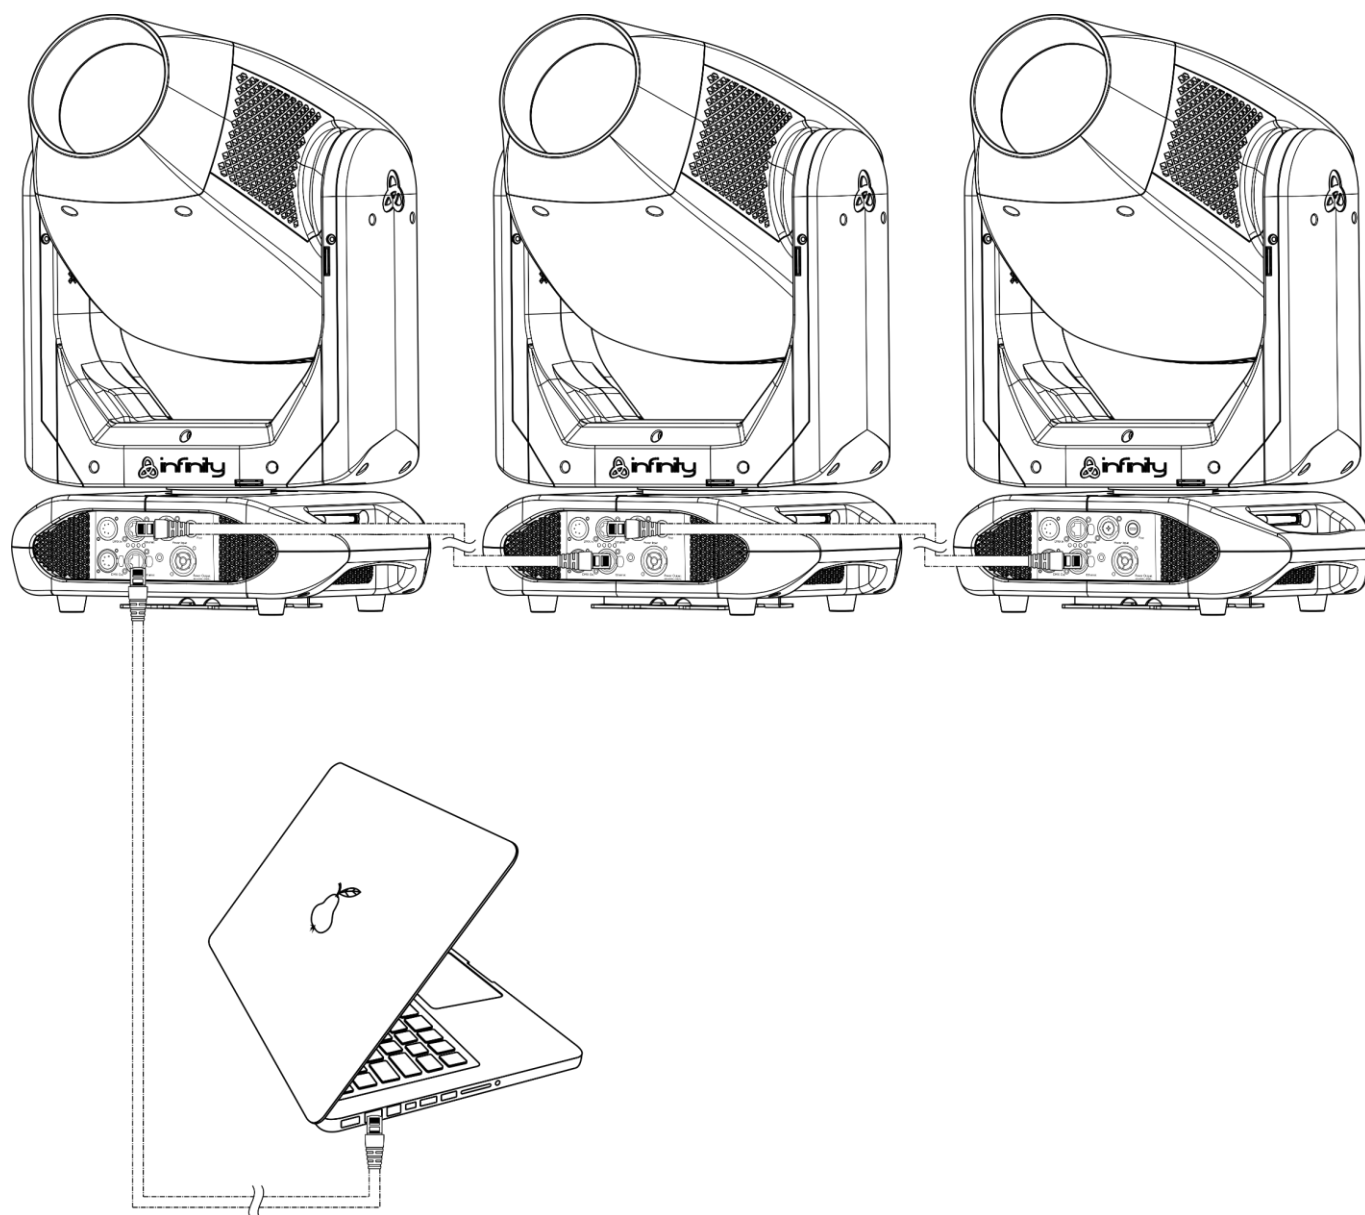

Fig. 07
- 05) Collegare le unità come indicato nella fig. 07. Collegare la presa RJ45 "out" della prima unità alla presa "in" della seconda unità, servendosi di un cavo CAT-5/CAT-6. Ripetere questo processo fino a collegare la seconda, la terza e la quarta unità.